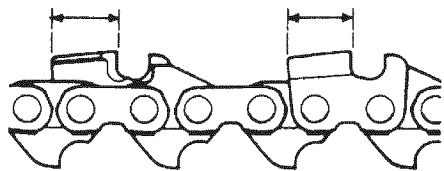

Fig. 42
- 5) Conservez la même longueur à tous les maillons-gouge. (Fig. 42)